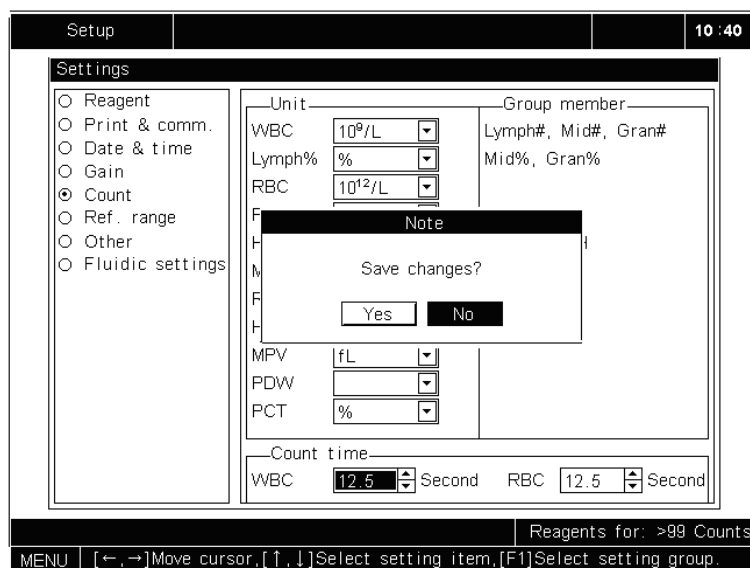

Abbildung 5-26 Speichern von Änderungen
51. Drücken Sie [MENU], und es erscheint eine Dialog-Box, um Sie daran zu erinnern, die Änderungen zu speichern, wie in Abbildung 5-26 dargestellt. **KLICKEN** Sie auf “Ja”, um die Änderungen zu speichern und in das System-Menü zurückzukehren; oder **KLICKEN** Sie auf “Nein”, um in das System-Menü zurückzukehren, ohne die Änderungen zu speichern.